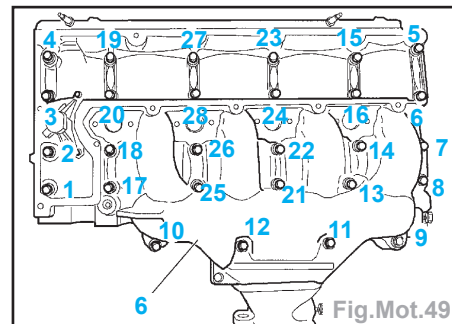

Fig.Mot.49
- Déposer le carter-chapeau de palier (6) en desserrant progressivement les vis de fixation (respecter l'ordre indiqué) (Fig. Mot.49).